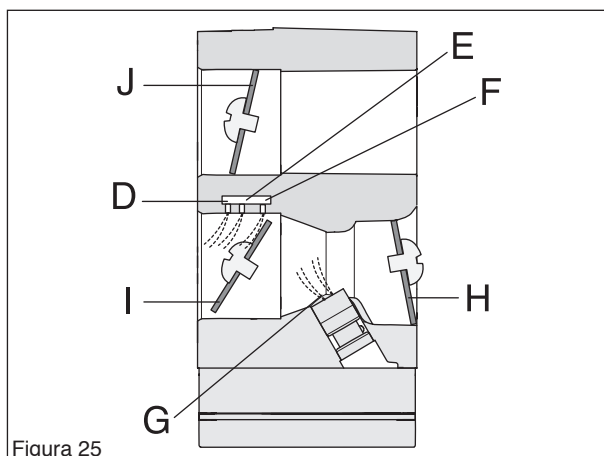

Figura 25
En la posición de arranque en frío, la mariposa de estrangulación (H) está totalmente cerrada. Esto causa un aumento de la subpresión en el carburador, con lo que el combustible es aspirado más fácilmente en todos los difusores (D, E y F). La mariposa de aceleración (I) está parcialmente abierta. La mariposa de aceleración (J) está cerrada. (Ver la figura 25.)